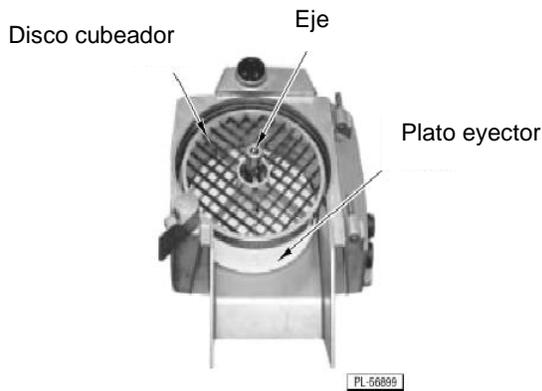

Fig. 3
4. Centre el plato eyector en el eje y, con las muescas del plato alineadas con los pernos en el acoplamiento, empuje el plato hasta el fondo del eje y de su acoplamiento (Fig. 3). Gire de derecha a izquierda este plato.
5. Si hace cortes en cubos o en cortes pequeños, inserte el disco cubeador y gírelo hasta que el perno entre en la muesca (Fig. 3).